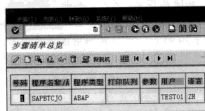

图 4-35 创建的后台作业清单
STEP 4 保存完会自动跳转到“定义后台作业”操作界面,单击“ 步骤”按钮,可以看到刚才创建的后台作业清单,如图 4-35 所示。在后台作业清单中,可以单击“”按钮继续创建新的后台作业;也可以选中已经创建的后台作业,然后单击“”按钮对作业进行更改。